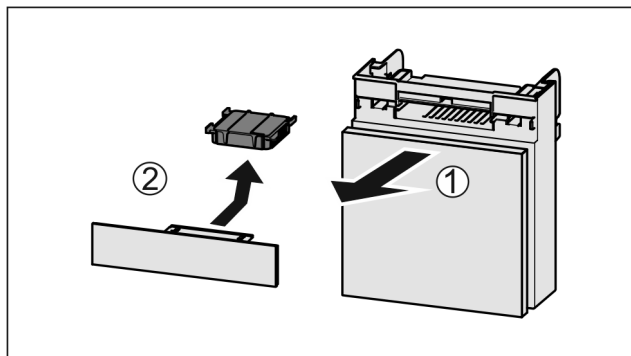

Fig. 158
- Tõmmake Fig. 158 (1) laegas ettepoole välja.
- Võtke Fig. 158 (2) aktiivsöefilter välja.